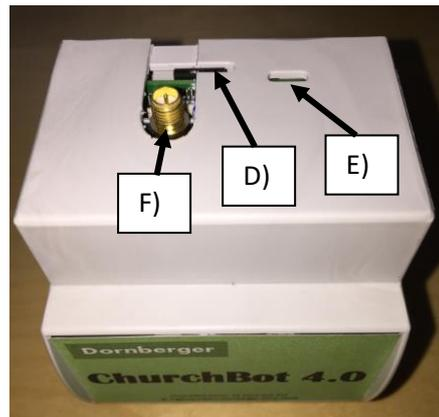

Abbildung 2 Ansicht von oben
Schließen Sie die optional mitgelieferte Antenne an durch einstecken des Steckers in den dafür vorgesehenen Anschluss Abbildung 2: Pfeil F). Drehen sie dann die Überwurfmutter vorsichtig und leicht Handfest an (1Nm).
ChurchBot ist bei Lieferung bereits mit einer Micro-SD Karte ausgestattet, welche die ChurchBot Anwendersoftware enthält (Abbildung 2: Pfeil D)).
- Schalten Sie die Versorgungsspannung für den ChurchBot ein. Kontrollieren Sie, ob daraufhin die Kontroll-Leuchten (Abbildung 2 Pfeil E) leuchten oder blinken.